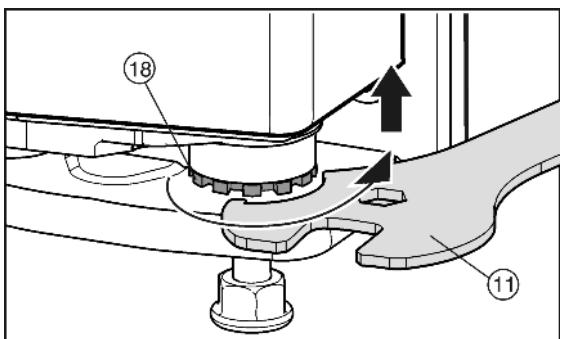

Fig. 13
- ▶ Чтобы поднять дверцу выверните вправо опорный палец *Fig. 13 (18)* с помощью прилагающегося вильчатого ключа *Fig. 13 (11)*. При поставке опорный палец полностью включен.